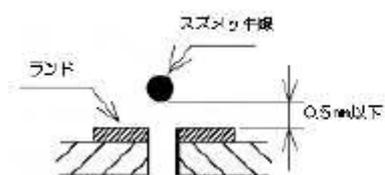

図7
⑦以下の部品は、ピンまたはリードを折り曲げず取付ける。
⑧スズメッキ線による配線
- ・配線は基板から浮き上がらないように直線的に行い、浮き上がりの許容差は図7に示すとおりとする。